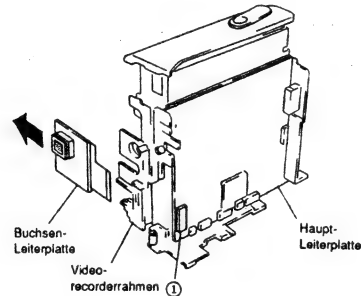

Abb. 2-29
- Ein (1) Flachkabel (CN910) von der Haupt-Leiterplatte abtrennen (siehe Abb. 2-29).